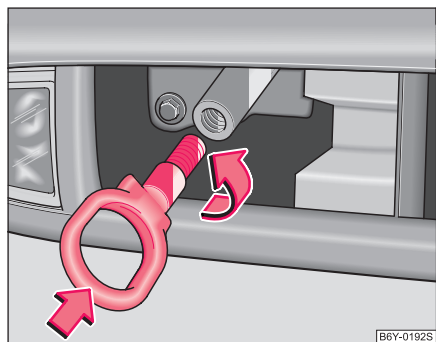

Fig. 149 Amortizor față:
- Înșurubați inelul de remorcare spre stânga ⇒ Fig. 149 și fixați-l cu cheia de roată (introduceți cheia de roată prin inelul de remorcare).